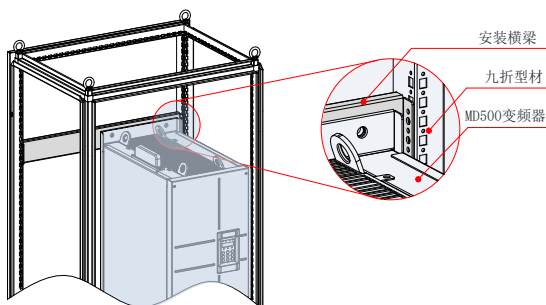

图 3-16 MD500T200G(-L) ~ MD500T450G(-L) 机柜 3D 示意图
- 2、MD500T200G(-L)~MD500T450G(-L) 装入九折型材 600mm 深机柜时，安装横梁必须向内弯折（如图 3-16 所示），借用立柱的空间（在装 800mm 深或以上标准机柜时，无此限制）。